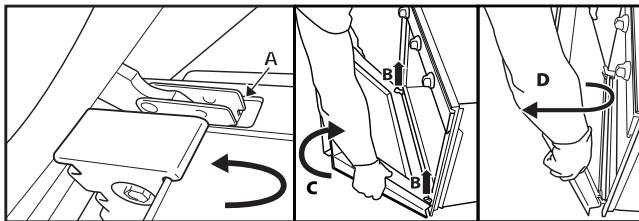

Fig. 2
3. Închideți ușa cât mai mult (A), ridicați-o (B) și rotiți-o (C) până când se deblochează (D) (fig. 2).